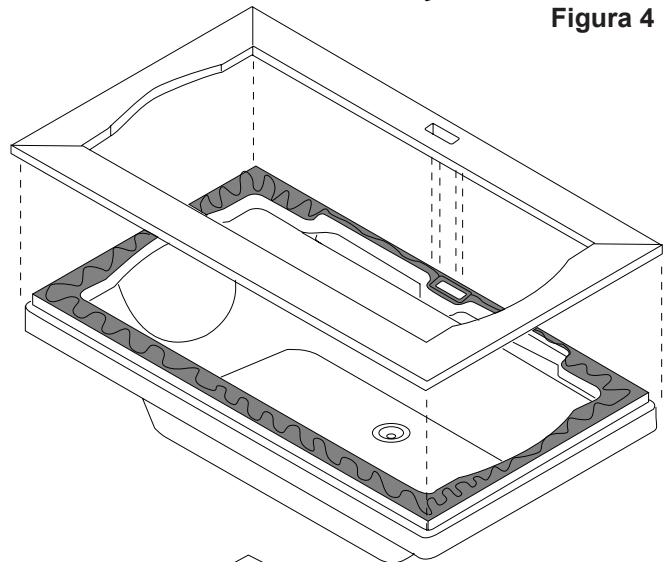

Figura 5
- ⑥ Baje el marco hasta la bañera y luego verifique que los recortes del panel de control estén alineados (Figura 5).